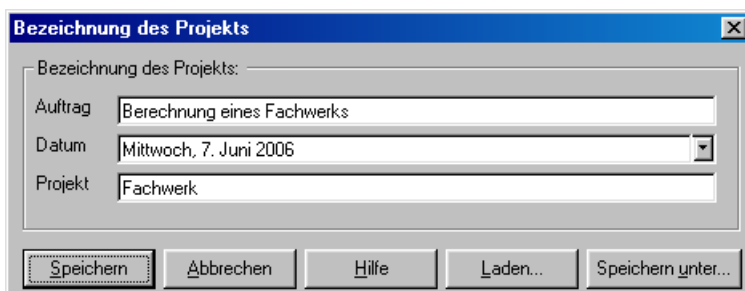

Bild 6-6 Dialogfeld "Auftragsdaten"
- Wählen Sie den Befehl "Auftragsdaten" aus dem "Daten"-Menü des *ELPLA-Daten*-Fensters. Das Dialogfeld im Bild 6-6 erscheint